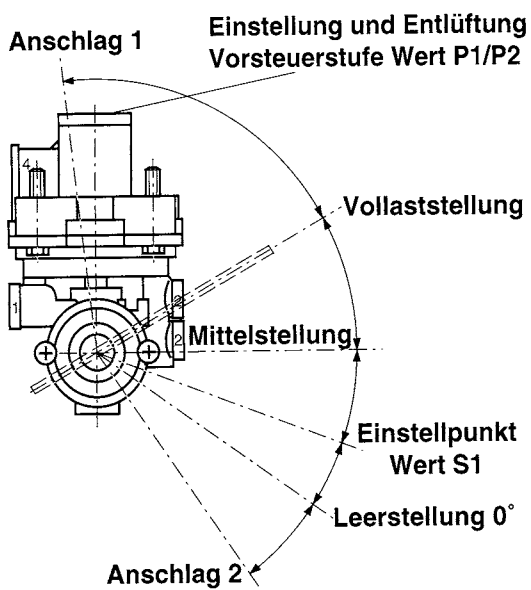

Abb. 2
#### Einstellen des 0°-Winkels ( vgl. Abb. 2)
- 3.11 Den Betätigungshebel auf die  $0^\circ$  - Stellung des Bremskraftreglers einstellen (vgl. Abbildung 2). Den Anschluß 4 mit 0,5 bar belüften. Das Manometer 3 muß einen Druckanstieg erkennen lassen.